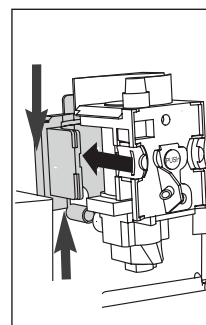

Fig. 42
- ▶ După curățare, înlocuiți unitatea de infuzare (A5) făcând-o să alunece pe suportul interior și pe știftul din partea de jos, apoi apăsați simbolul PUSH (ÎMPINGERE) până când se fixează în poziție (Fig. 42).